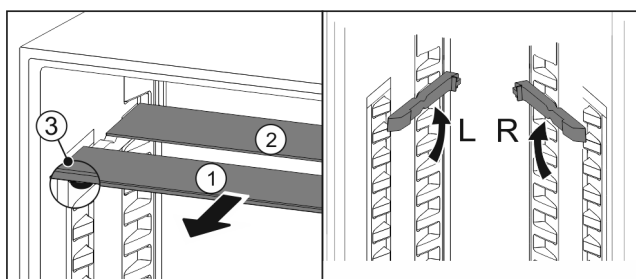

Fig. 121
- Skleněné desky jednotlivě vytáhněte dopředu Fig. 121 (1).
- ▷ Skleněná deska Fig. 121 (1) s ozdobnou lištou leží vpředu.
- ▷ Zarážky Fig. 121 (3) směřují dolů.